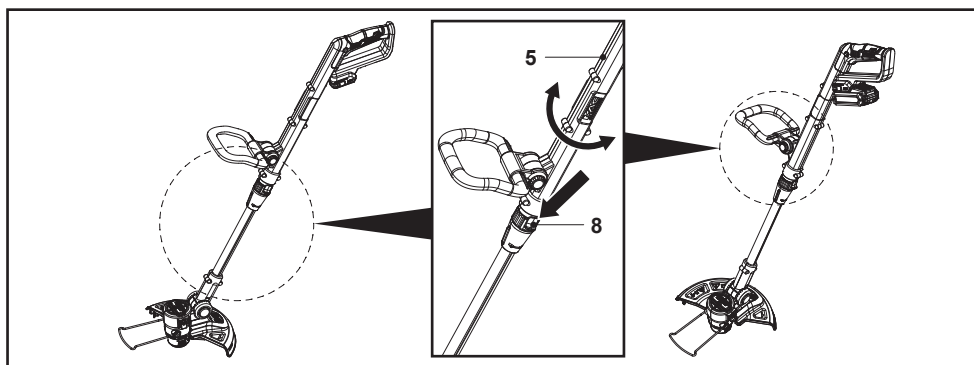

Fig. 6
**NOTA:** La barra superior (5) se puede ajustar en 2 posiciones (0° o 90° a la derecha).
1. Empuje hacia abajo el bloqueo de ajuste del ángulo (8) (Fig. 6).
2. Gire 90° la barra superior (5) (Fig. 6).
3. Suelte el bloqueo de ajuste del ángulo (8).
4. Asegúrese de que la barra superior (5) queda bloqueada en su posición.